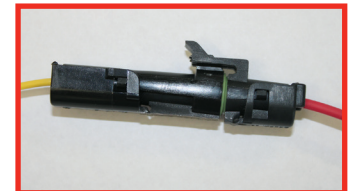

Fig. 8
6. Enclencher la borne du faisceau de batterie dans l'extrémité opposée du connecteur 1 broche. Cf. Fig. 8.